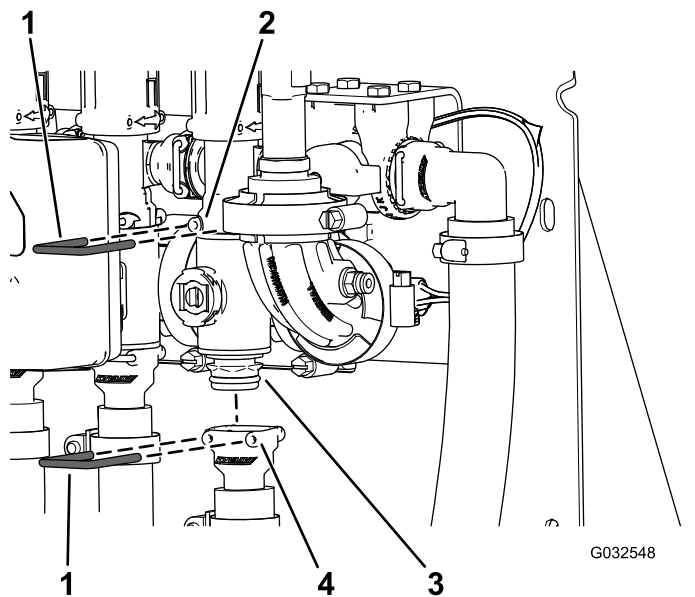

Figure 100
2. Retirez l'étrier qui fixe le collecteur de vanne de section de rampe au raccord de dérivation (Figure 100).